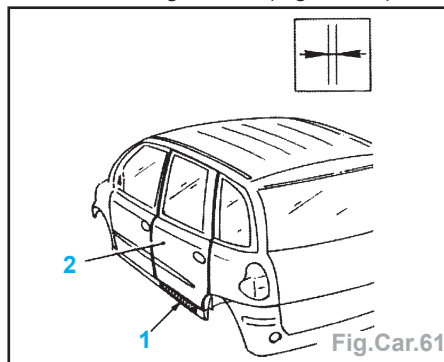

Fig.Car.61
- Contrôler l'alignement (Fig.Car.61).